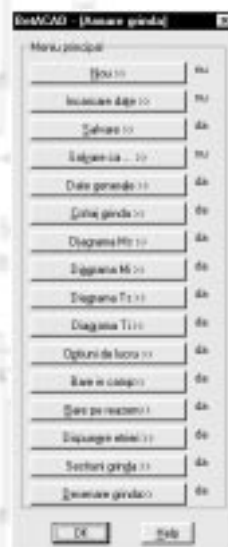

Figura nr. 3
- apăsând butonul „Date generale” apare fereastra din Fig. nr. 3 unde trebuie completate câmpurile: denumirea grinzii, numărul deschiderilor și numărul bucăților,